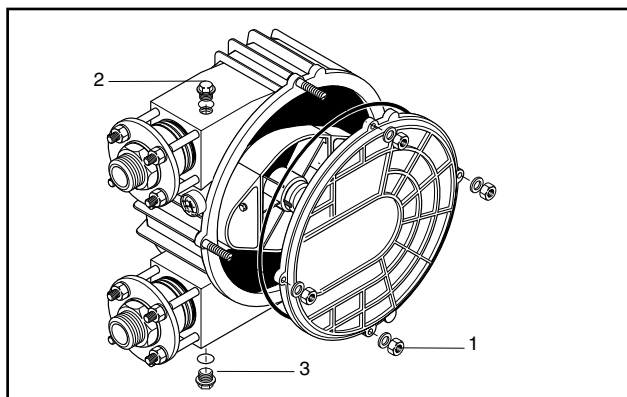

Fig. 13 Tête de la pompe
3. Desserrer la vis de fermeture (pos. 2, fig. 13), dévisser le bouchon de la soupape de vidange d'huile (pos. 3, fig. 13), visser l'élément de rac-
4. Retirer le couvercle de la pompe et le joint torique après avoir dévissé les 4 écrous du couvercle 1 (pos. 1, fig. 13) et laisser s'écouler le reste de lubrifiant du carter de la pompe.